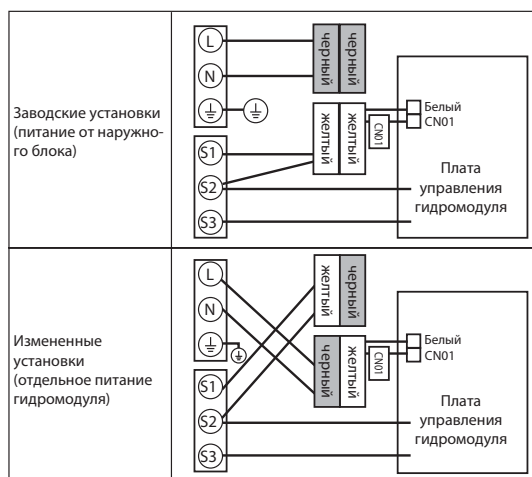

Рис. 3.2.11
- Измените подключение разъемов в блоке управления гидромультипликатора (смотрите рис. 3.2.11).